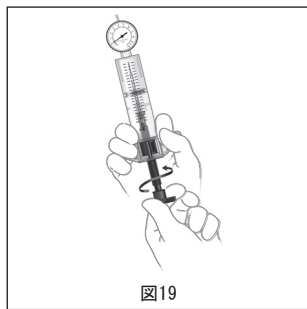

図19
- 押し子を回し微調整を行いながら、デリバリーシステム本体に記載がある通り推奨する表2の拡張圧まで圧をかけ、推奨する拡張圧を10秒間維持します (図19)。